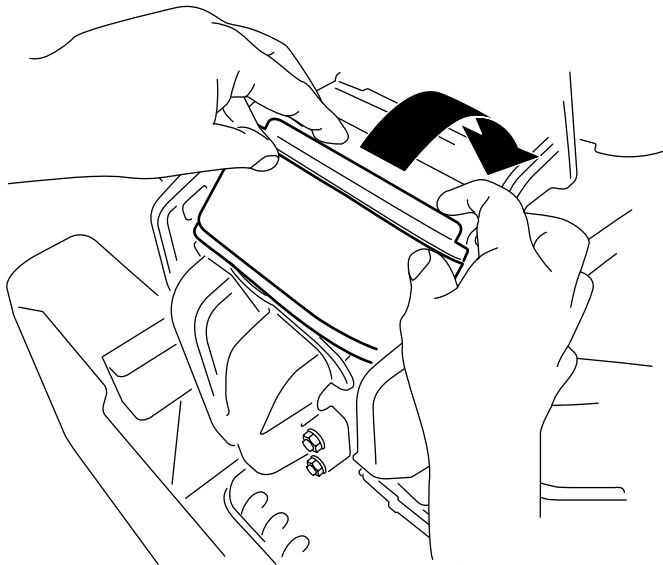

Figura 44
3. Introduzca el filtro en la cámara, girándolo para asentarlo correctamente contra el colector (Figura 44).